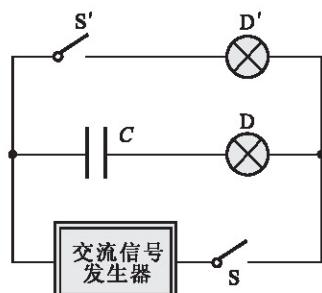

图 2-4-4
1. 如图 2-4-4 所示，把电容器 C 和小灯泡 D 串联，再与另一完全相同的小灯泡 D' 并联，用交流信号发生器作电源。交流信号发生器可以输出不同频率、不同电压的正弦交流信号。闭合开关 S 和 S'，可以观察到小灯泡 D 和 D' 的发光有何不同？为什么？